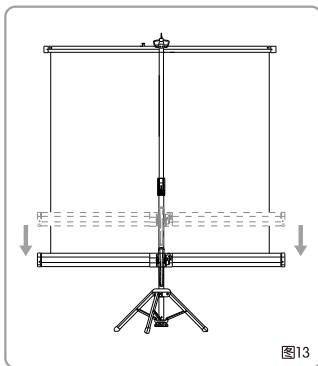

图13
7. 通过上下调节塑胶手柄可改变外壳的高度，来满足观众不同比例的观看需求。(如图13)